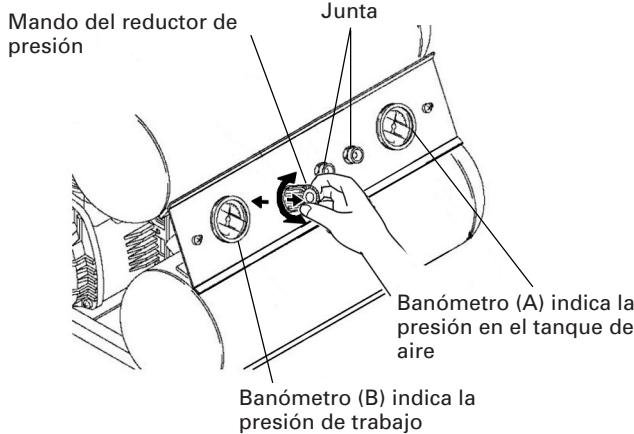

Fig. 6
Atornille el acoplador de aire en la junta. (Consulte la Fig. 1 y la Fig. 6). El diámetro de la entrada de la junta es de 3/8". Utilice un acoplador de aire que posea el mismo diámetro de entradas.
Desenganche el mando del reductor de presión tirando de él hacia arriba, y ajuste la presión hasta el nivel requerido girándolo hacia la derecha para aumentar y hacia la izquierda para reducirla. Existe un banómetro (B) para saber cuando se ha alcanzado la presión requerida. Cierre el mando empujándolo firmemente hacia abajo (Consulte la Fig. 6).